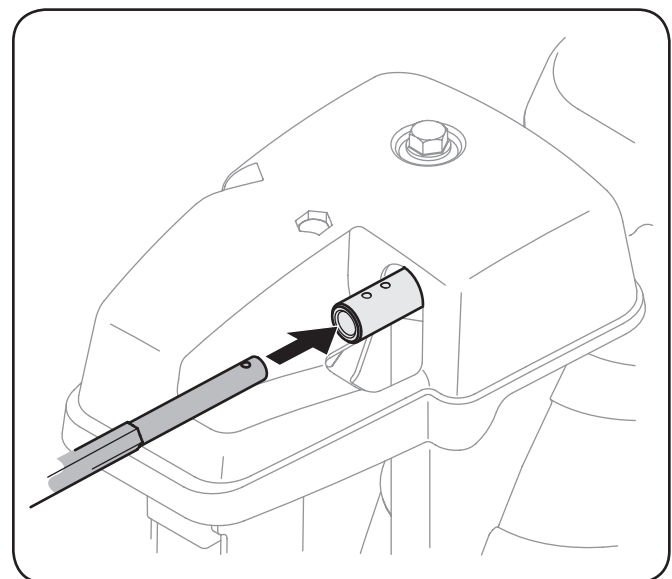

Figura 3-7
2. Inserte la varilla hexagonal dentro del cabezal de control del canal. Empuje la varilla tan lejos dentro del cabezal de control del canal como sea posible, manteniendo el orificio en la varilla hexagonal señalando hacia arriba. Vea la Figura 3-7.